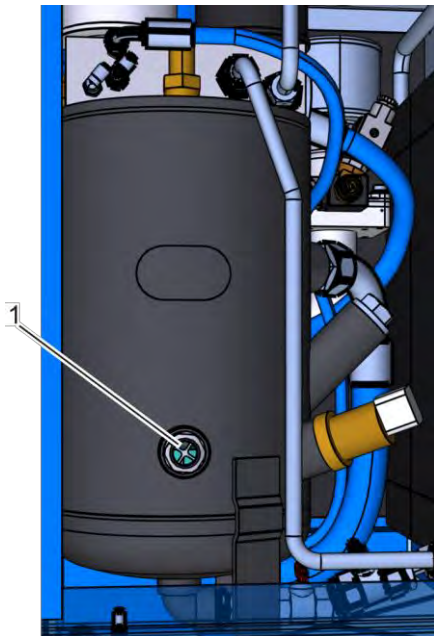

Рис. 29: Проверка уровня охлаждающей жидкости через смотровое отверстие
7. Проверьте уровень охлаждающей жидкости через смотровое отверстие (Рис. 29/1) и при необходимости долейте охлаждающую жидкость, как описано в ☞ Глава 8.4.2 «Проверка уровня охлаждающей жидкости / доливка охлаждающей жидкости» на странице 89.